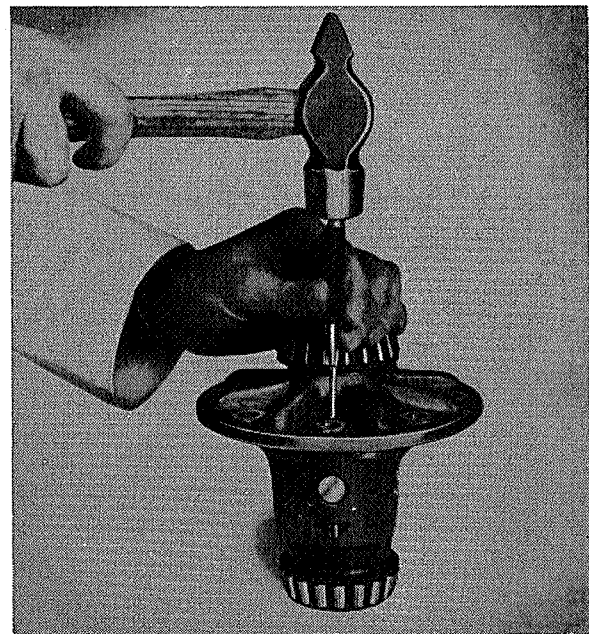

Fig. 4-99. Het verwijderen van de borgpen
2. Drijf de borgpen, zie Fig. 4-99 en dan de as van de differentieeltandwielen eruit. Neem het afstandstuk, de differentieeltandwielen en de drukringen weg.